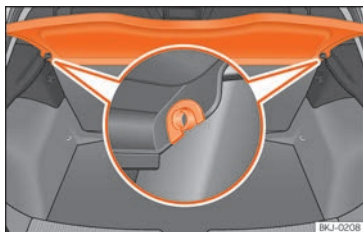

Fig. 117 Dans le coffre à bagages : dépose et repose de la plage arrière.
- Dégagez la plage arrière des supports latéraux » » fig. 117 en la tirant vers le haut puis en la détachant.
- Introduisez la plage arrière horizontalement en faisant coïncider la « forme en U » sur l'axe des supports » » fig. 117, et appuyez vers le bas jusqu'à ce qu'elle s'encastre.